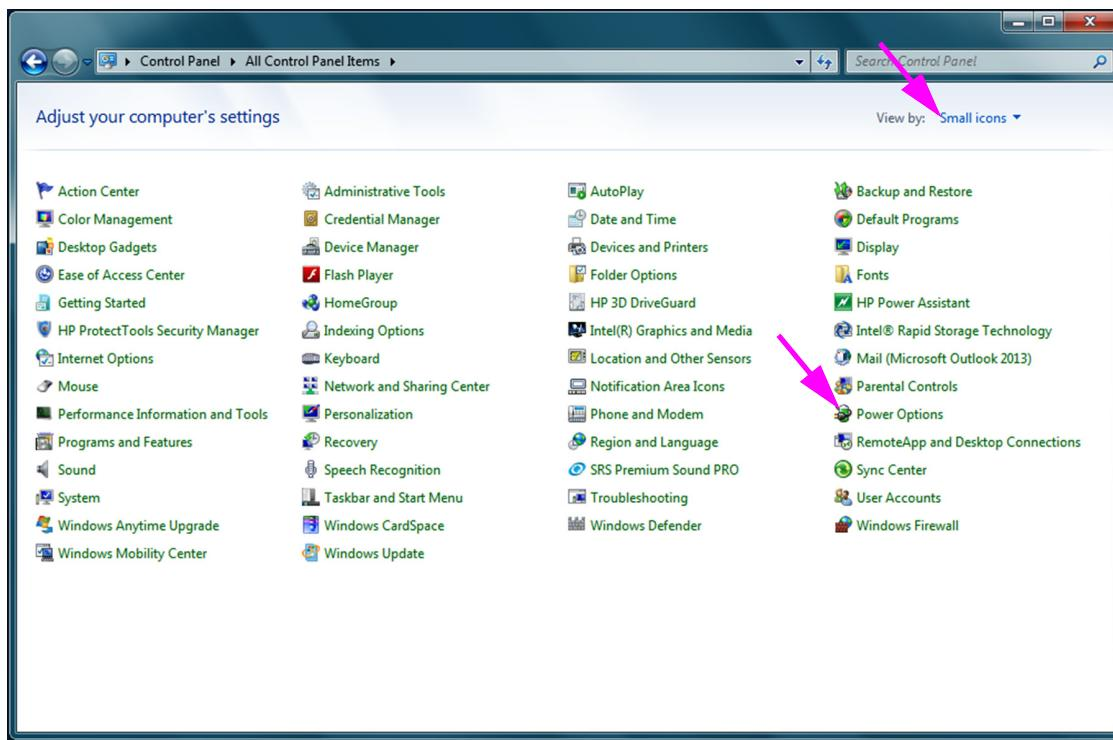

Figura 2-18. Janela All Control Panel Items (Todos os Itens do Painel de Controlo)
2. Selecione **Control Panel (Painel de controlo)**. Se a visualização estiver definida para Small icons (Ícones pequenos), a janela All Control Panel Items (Todos os Itens do Painel de Controlo) aparece conforme apresentada na figura 2-18. Clique em **Power Options (Opções de Energia)**.